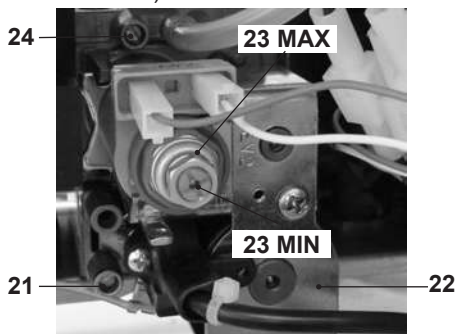

Fig. 7.10
- Confrontare il valore di pressione misurato con quello indicato nelle tabelle "Pressione gas massima al bruciatore" Fig. 7.11. Per tarare la pressione al bruciatore agire sul dado esagonale grande in ottone dell'operatore modulante 23 MAX in Fig. 7.10 (ruotando in senso orario la pressione aumenta).
- Confrontare il valore di pressione misurato con quello indicato nelle tabelle "Pressione gas minima al bruciatore" Fig. 7.14. Per tarare la pressione al bruciatore agire sulla vite in plastica (23 MIN. in Fig. 7.10) tenendo fermo il dado esagonale in ottone grande (23 MAX. in Fig. 7.10) dell'operatore modulante (ruotando in senso orario la pressione aumenta).
- **Chiudere molto bene la presa di pressione 24 in Fig. 7.10.**
- Aprire la presa di pressione in Fig. 7.10 e collegare un manometro.
- Chiudere bene la presa di pressione 24 indicata in Fig. 7.10.